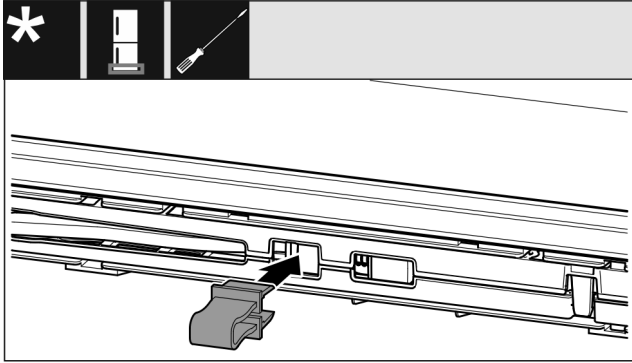

Fig. 14
- Sicherung in Öffnung einrasten. (siehe Fig. 14)